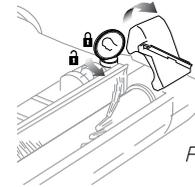

Fig. 9
**3** Pour accéder à la brosse rotative afin de la nettoyer ou de la remplacer, déverrouillez et retirez le couvercle de la brosse rotative. Utilisez le coin d'une pièce de monnaie pour tourner le verrou dans le sens antihoraire afin d'ouvrir le couvercle, puis soulevez-le. **(Fig. 9)**